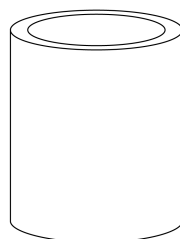

Figure 4 : Accessoire de sertissage Qualcrimp
• Accessoire de sertissage Qualcrimp (Figure 4)